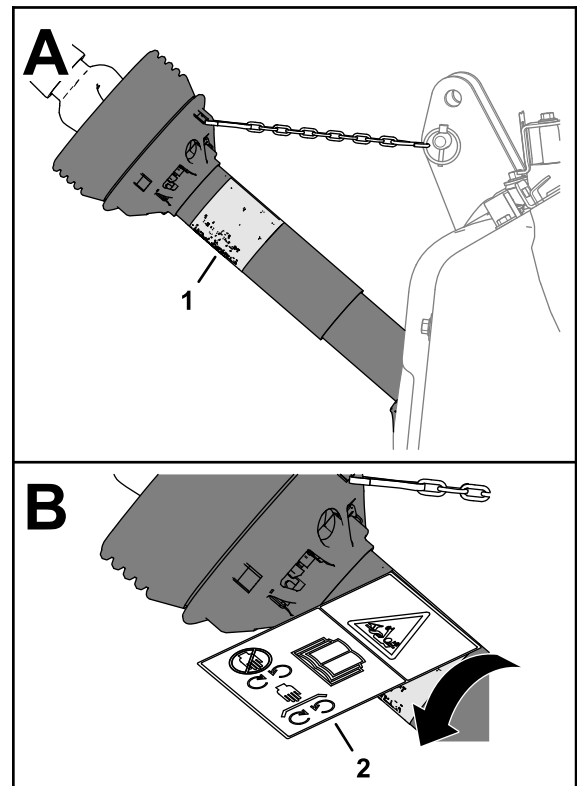

Figure 19
1. Faites tourner la protection de l'arbre pour accéder à l'autocollant d'avertissement de coincement existant (Figure 19).
4. Apposez l'autocollant d'avertissement de coincement CE sur l'autocollant existant (Figure 19).